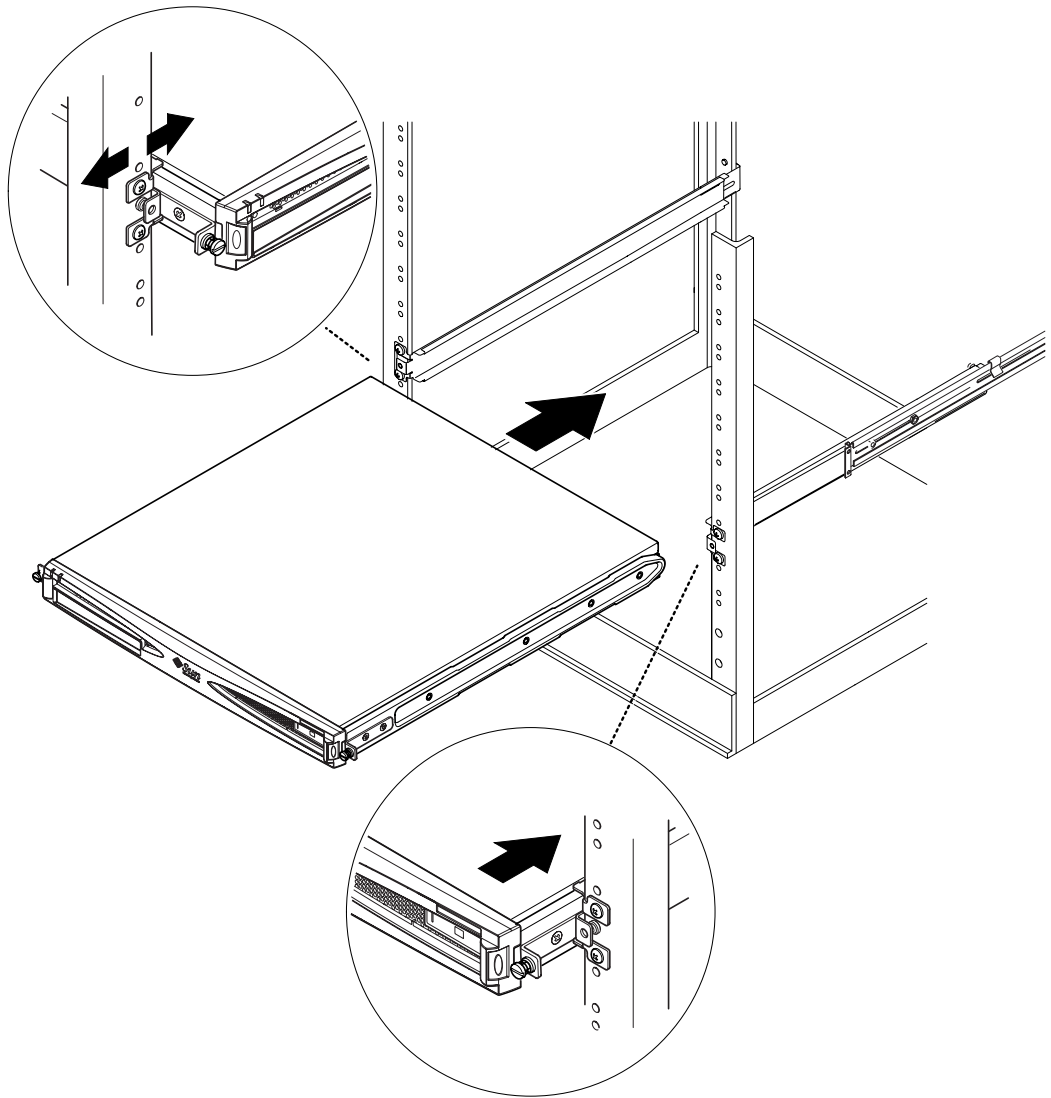

FIGURA 2-7 Instalación del servidor Sun Fire V100 en un bastidor estándar de 19 pulgadas
7. Introduzca el servidor en el bastidor (consulte la FIGURA 2-7).